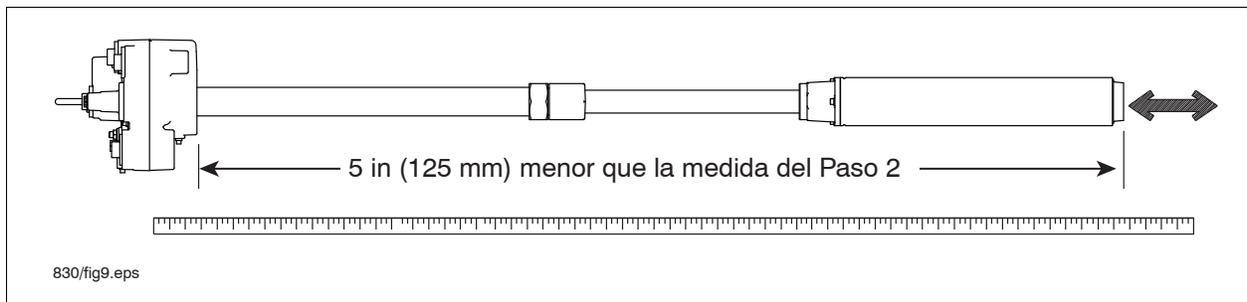

Figura 10. Ajuste de la longitud de la bomba
Nota: Cuando se trate de bombas de longitud invariable, tome como referencia la Figura 10 y compruebe que la distancia entre la parte inferior del distribuidor y la parte inferior del grupo motobomba es 5 pulgadas (125 mm) (15 pulgadas [381 mm] en el caso de aspiración flotante) menor que la distancia medida en el Paso 2. Desenrolle el cable flexible situado en la parte superior del empaquetador. A continuación, vaya al Paso 7.
5. Tomando como referencia la Figura 10, tire del grupo motobomba hasta que la distancia entre la parte inferior del distribuidor y la parte inferior del grupo motobomba sea 5 pulgadas (125 mm) (15 pulgadas [381 mm] en el caso de aspiración flotante) menor que la distancia medida en el Paso 2.